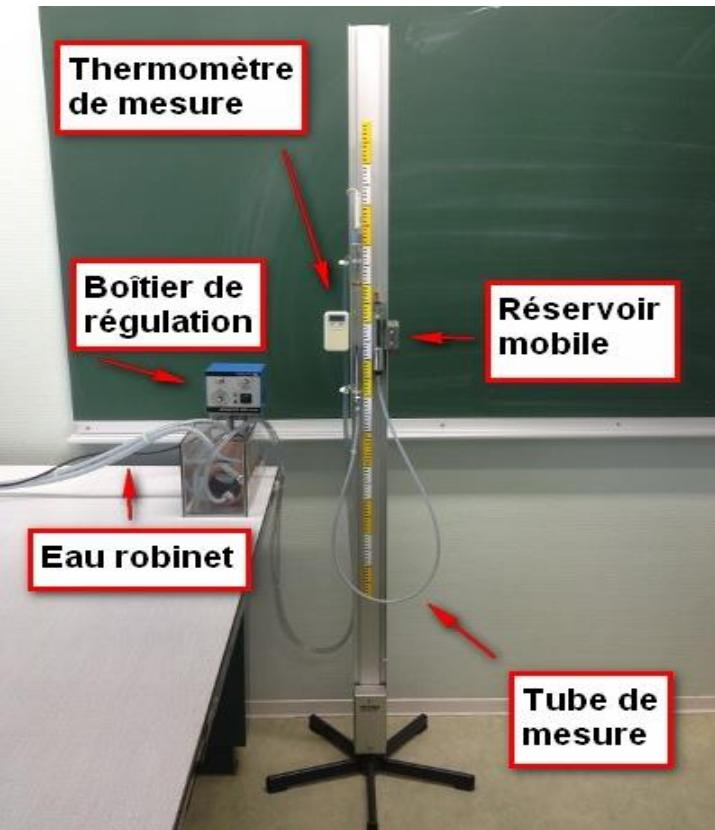

Figure2. Dispositif servant à l'étude des propriétés thermodynamiques des gaz parfaits.
- ♦ La pression P d'un gaz confiné est généralement mesurée par le moyen d'un manomètre. Dans le cas d'un manomètre à tube ouvert (figure2), la pression du gaz, est la somme de la pression atmosphérique P_a et de la pression due à la différence de hauteur des deux niveaux du mercure
On fait varier la pression, la température et le volume d'une colonne de gaz et on essaye de déterminer la relation entre ces variables d'état. Le montage expérimental est démontré sur la figure.2